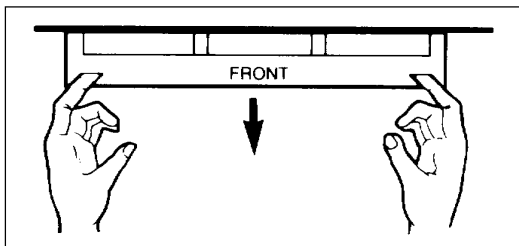

Abbildung 5 - Die Herausnahme des Filters
2. Halten Sie die Filtereinrichtung sauber. Normalerweise sollte der Filter jede 30 Tage gesäubert werden. Der Filter entfernt in der Luft schwebende Teilchen. Öfteres Säubern ist von der Qualität der Innenluft abhängig. Um den Filter zu entfernen, ist folgender Vorgang zu beachten: Setzen Sie Ihre Finger in die Schächten auf beiden Seiten des Filters, am Unterteil des Filterrahmens. Siehe Abbildung 5. Pressen Sie die Finger nach innen und ziehen Sie nach unten und heraus. Um den Filter wieder einzusetzen, machen Sie die umgekehrte Reihenfolge der Schritte. Benutzen Sie vorsichtig einen Staubsauger oder waschen Sie den Filter von Hand in warmen Wasser. Lassen Sie ihn vollständig trocknen und setzen Sie ihn wieder nach oben, hinter dem Vorgitter, ein.